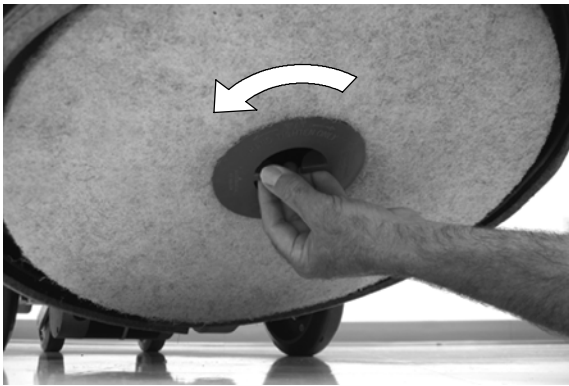

FIG. 25
1. Enlevez le patin à polir et nettoyez-le ou remplacez-le (Figure 25).